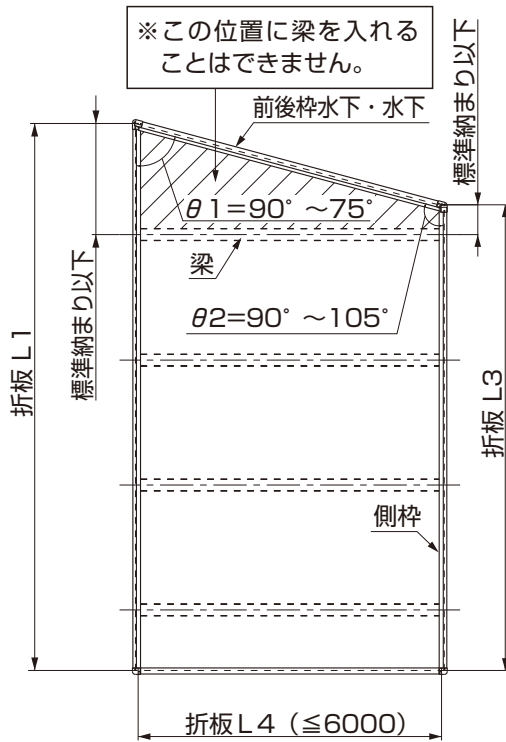
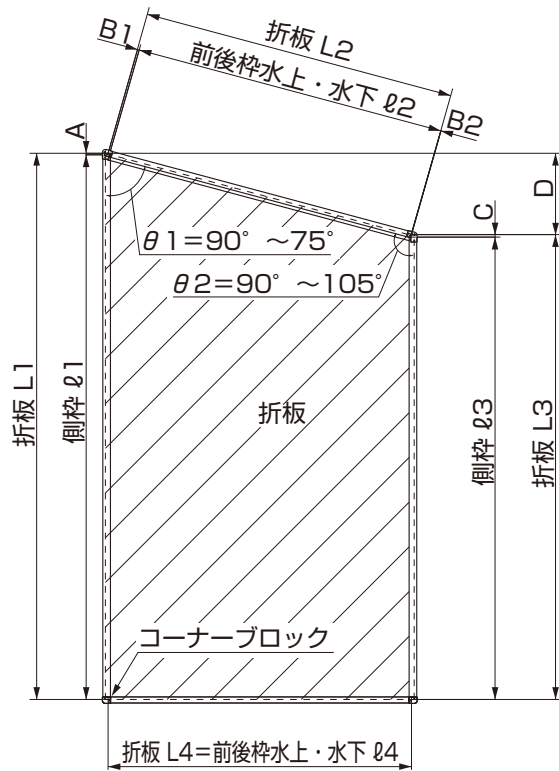

図5-1
図5-2
- 施作可能寸法表の寸法範囲内で施工してください。（図5-1、図5-2、表5-1、表5-2、表5-3参照）